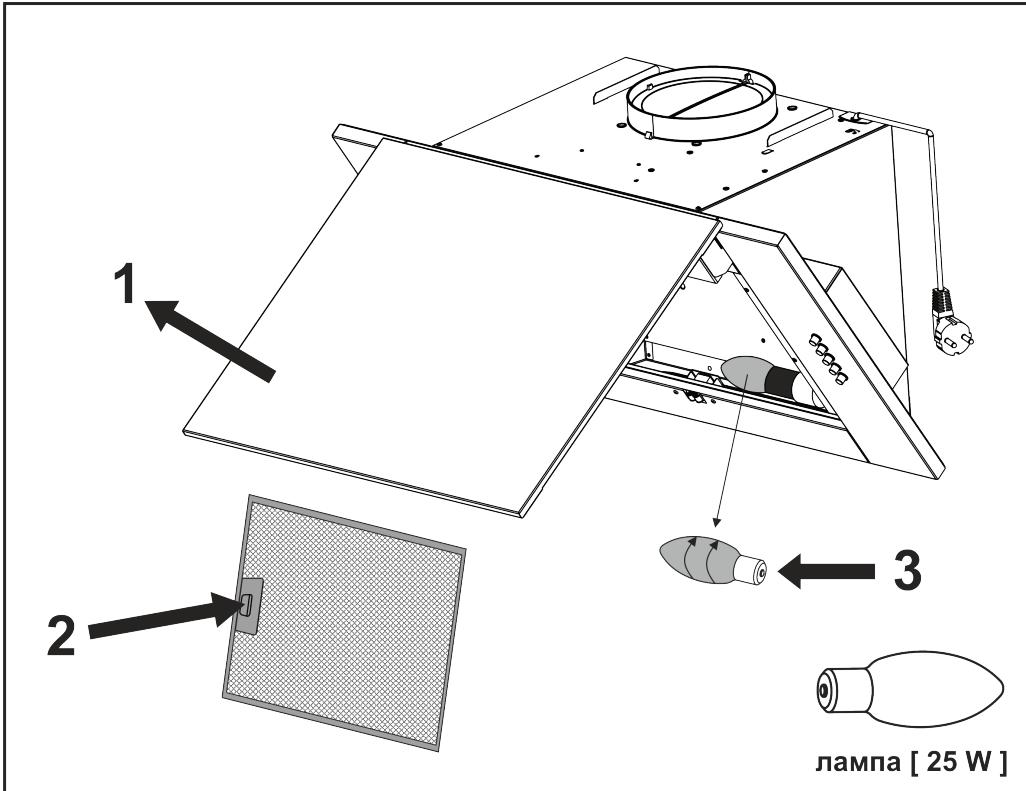

Рис.7
8.9 На вытяжке установленная лампа накаливания для подсветки рабочей зоны плиты. Перед началом замены лампы освещения необходимо отключить вытяжку от электросети, дать возможность остывть лампе. Для замены лампы необходимо открыть **декоративную панель 1**, снять алюминиевый фильтр нажав на **пружинную защелку 2**, удерживая держатель патрона, слегка надавить на **лампу 3** в направления патрона и, повернув ее против часовой стрелки, вынуть из корпуса вытяжки (**рис.7**).